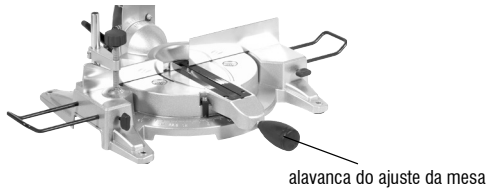

Fig. 10 – Ângulo de ajuste
- Solte a alavanca do ajuste da mesa (8), girando o punho no sentido anti-horário, (fig. 10);